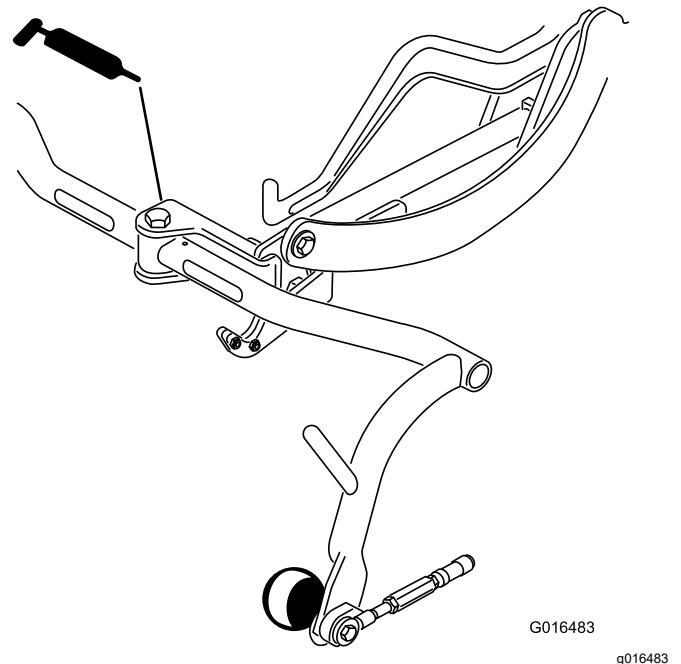

Bild 29
- Trägerrahmenscharnier (3) (Bild 29)